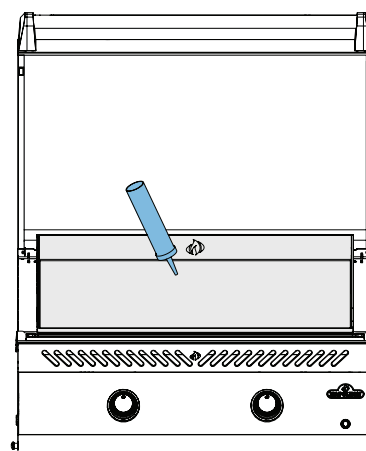

Рис. 2
3. Поверните соответствующую ручку конфорки на максимум. (Рис. 2)
- Перед приготовлением поверхность следует смазать маслом, чтобы предотвратить прилипание продуктов. Смотрите "Как выполнить обжиг противня из нержавеющей стали". (Рис. 2)